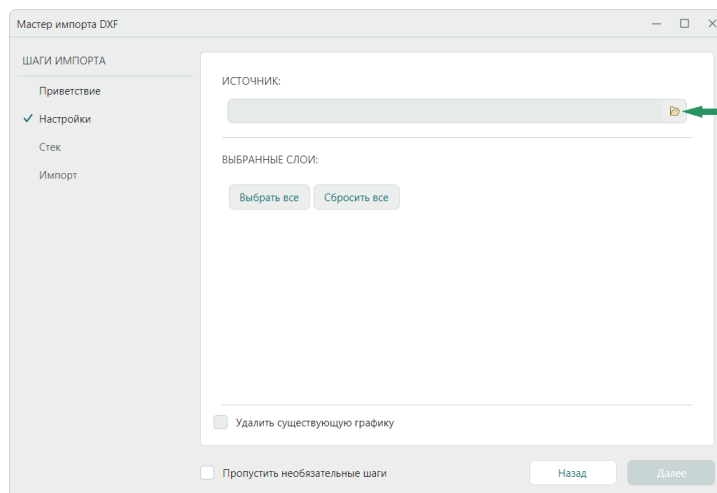

Рис. 66 Выбор файла для импорта .dxf
3. Выберите файл для импорта с помощью кнопки  в поле «Источник», см. Рис. 66.